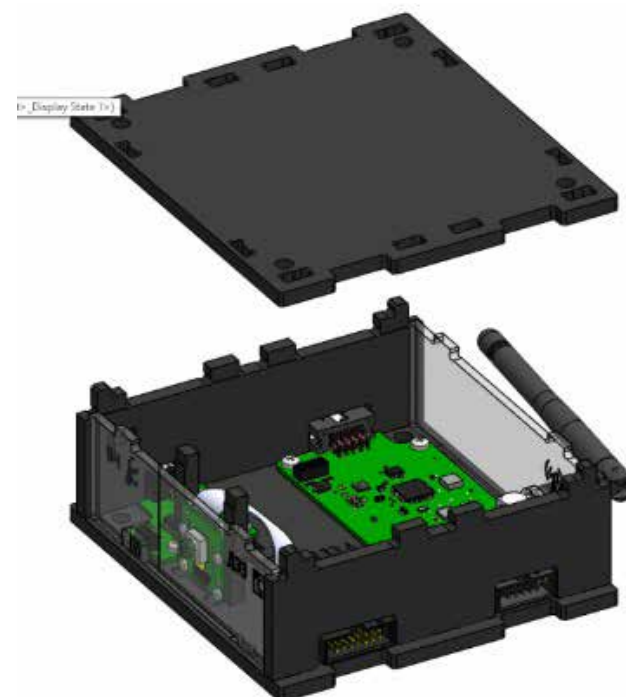

Рисунок 35. Крепление верхней крышки
10) Прикрепить верхнюю крышку (обозначена: СЭП↑) к собранному корпусу. Для этого совместить вырезы на верхней крышке, выступы двух стенок и двух панелей и защелкнуть, приложив усилия (рисунок 35):